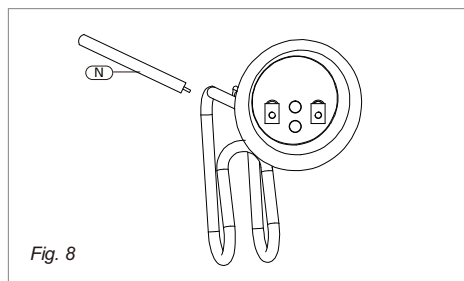

Fig. 8
Le but de la tige d'anode (Fig. 8, [N]) est de protéger le réservoir contre la corrosion. Il est essentiel que la tige d'anode soit inspectée une fois par an pour déterminer si elle doit être remplacée. Pour accéder à la tige
- Retirez et remplacez la tige d'anode (Fig. 8, [N]).